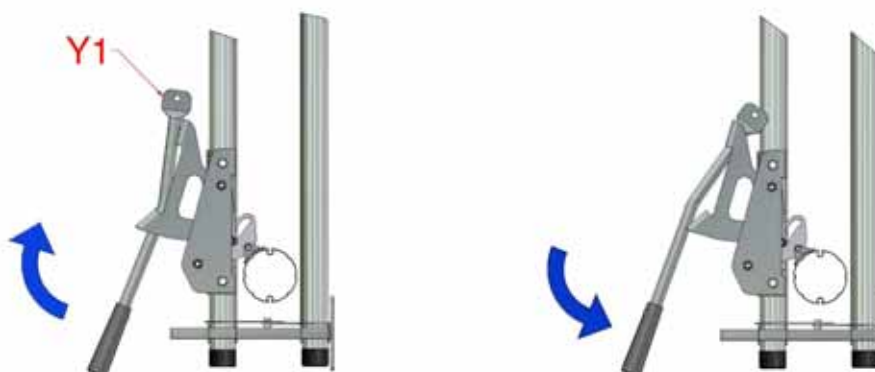

Figure 30: fonctionnement manuel du loquet de verrouillage
8.4 Si le Multibay est posé au-dessus d'une barrière, il convient d'opérer manuellement les loquets de verrouillage à l'aide du levier du loquet de verrouillage (Y1), Figure 30.